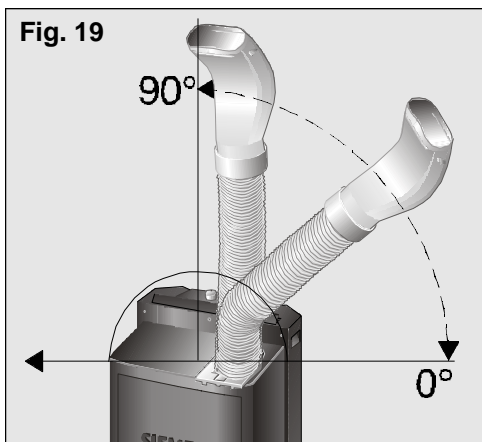

Fig. 21
- Plasser et oppsamlingskar til kondensvannet under rørtløpet og fjern proppen, Fig. 21.